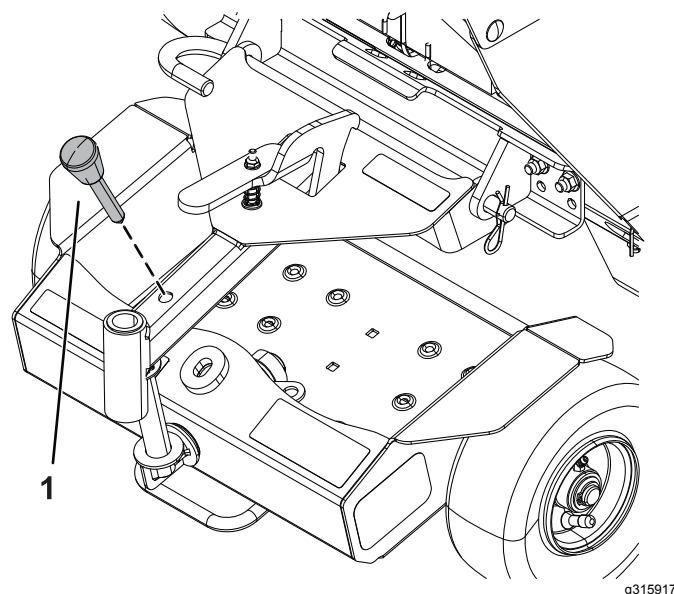

Figura 6
4. Ruotate la pedana in avanti e fissatela utilizzando il perno di trasferimento (Figura 6).
5. Afferrate la stegola e sollevate il sulky fino a quando non si fissa alla staffa (Figura 6).